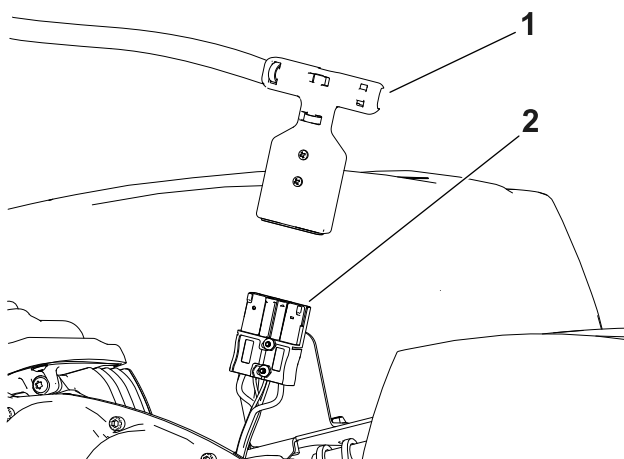

Figura 27
5. Desconecte la batería tirando del conector del asa en T para sacarlo del conector de alimentación principal (Figura 27).